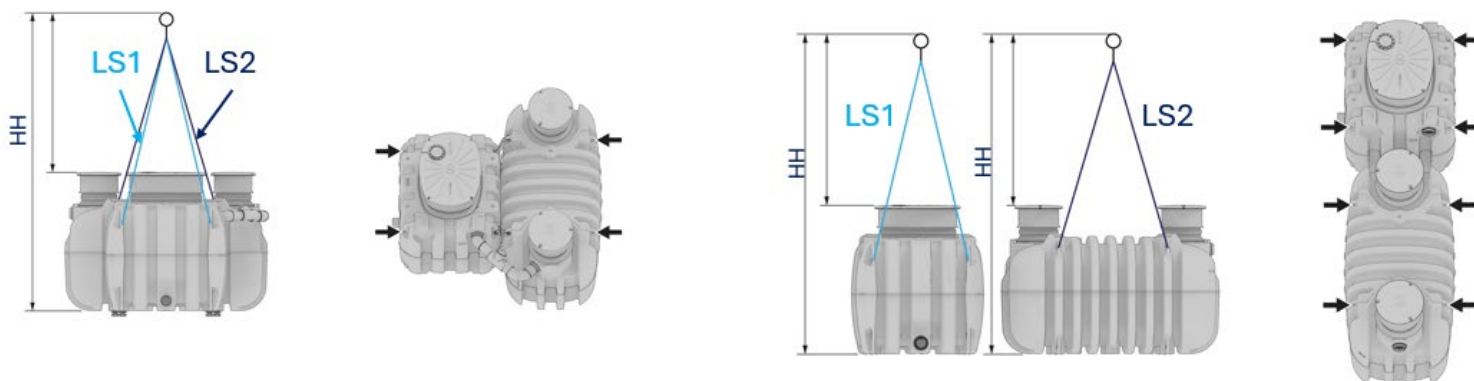

Fig. 9: Points de levage et prise en charge avec une grue ou une excavatrice du dispositif easyRock PACK (gauche) et LINE (droite).
- Ne soulever l'installation que comme représenté sur Fig. 9, par les deux sangles à usage unique fournies.